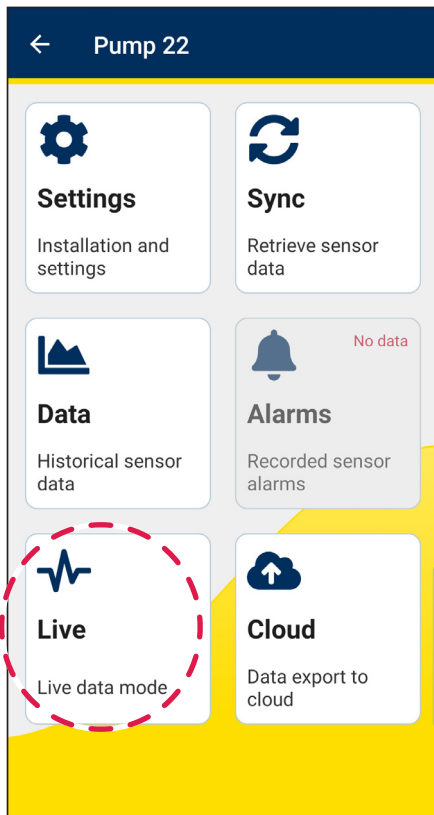

Abbildung 14
2. Wählen Sie **Live** aus (siehe Abbildung 14).